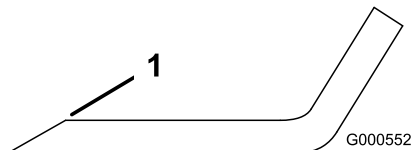

Figura 97
1. Utilice una lima para afilar el filo de corte en ambos extremos de la cuchilla (Figura 97).
Nota: Si la cuchilla no está equilibrada, rebaje algo el metal en la parte de la vela solamente con una lima (Figura 97).